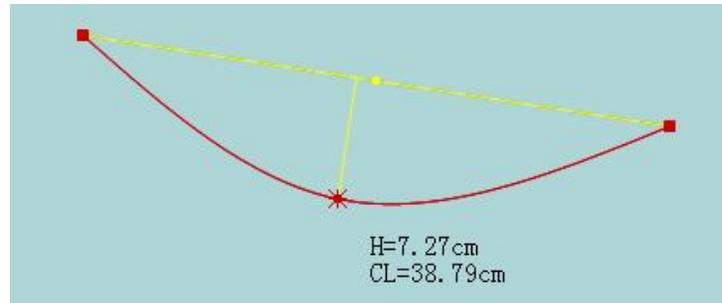

图 1.1 调整曲线上的控制点
(1) 用该工具在曲线上单击，线被选中，单击线上的控制点，拖动至满意的位置，单击即可（如图 1.1）。移动控制点可调整至弦高线上，光标上的数据为曲线长和调整点的弦高；（显示/隐藏弦高：Ctrl + H）